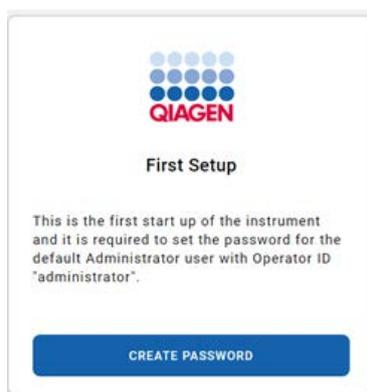

Figura 6. Tela First Setup (Primeira configuração).
2. Após a instalação inicial bem-sucedida do QIAstat-Dx Rise, o administrador do sistema deve criar uma senha para o administrador padrão (Figura 6).